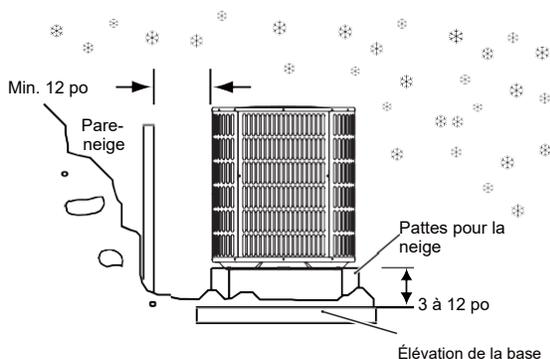

Figure 2-4
- Les unités doivent être surélevées de 3 à 12 pouces au-dessus de la base ou du toit, selon les conditions météorologiques locales. Cette hauteur supplémentaire permettra de drainer la neige et la glace fondues pendant le cycle de dégivrage avant la regèle. Assurez-vous que les trous de drainage de la base de l'unité ne sont pas obstrués, ce qui empêchera l'écoulement de l'eau du dégivrage (Fig. 2-4).